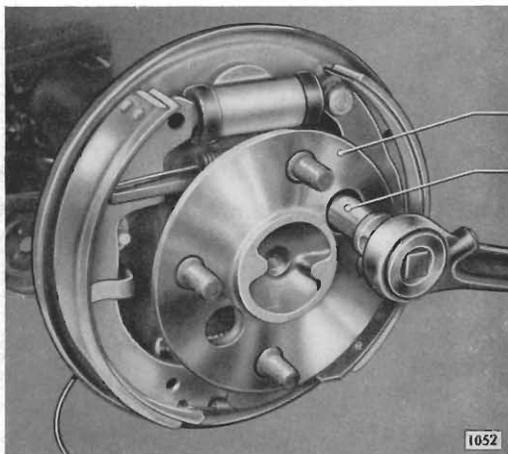

Bild 11 - Muttern der Bremshalteschrauben abschrauben
1. Nach Ausbau der Bremsstrommel (siehe Arbeitsvorgang in Gruppe 5) Muttern – Federringe – der vier Bremshalteschrauben, zugänglich durch die Bohrungen im Hinterachswellenflansch, mit handelsüblichem Steckschlüssel (11/2) abschrauben (Bild 11). Der Steckschlüssel kann von der Firma Matra-Werke GmbH, Frankfurt a. Main, Dieselstraße 30, unter der Nr. 571 E 505 bezogen werden.